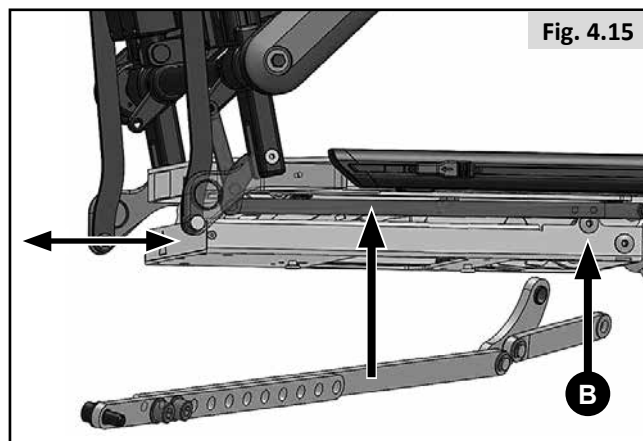

Fig. 4.15
- Par ailleurs, ajustez simultanément la pièce de liaison de l'accoudoir par rapport aux orifices de repère (B, Fig. 4.15).
- Outre le réglage de la profondeur d'assise décrite à la section 4.5.2, la pièce de liaison de l'accoudoir (Fig. 4.15) doit être ajustée simultanément.